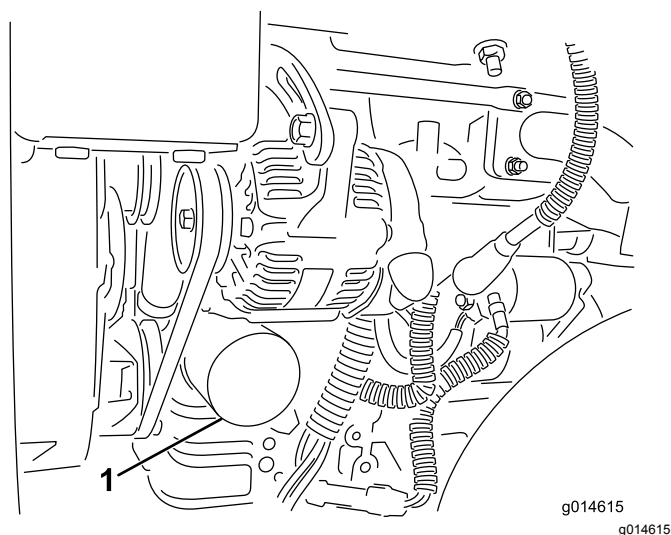

Figure 29
2. Déposez le filtre à huile (Figure 29). Appliquez une fine couche d'huile sur le joint du filtre de rechange.